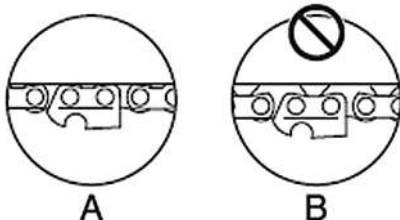

Рис. 5 Положение цепи на нижней части шины
2. Вращайте шестерню натяжителя цепи до тех пор, пока цепь не будет плотно прилегать к нижней части шины (Рис. 5А).